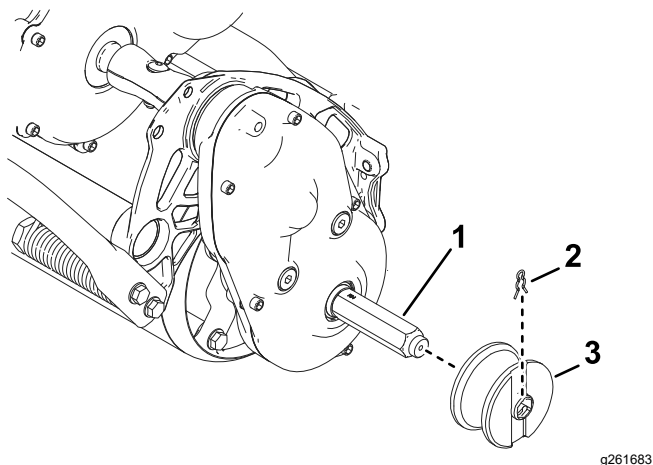

図 29
- レールキットモアの六角シャフトにレールホイールを取り付ける 図 29。